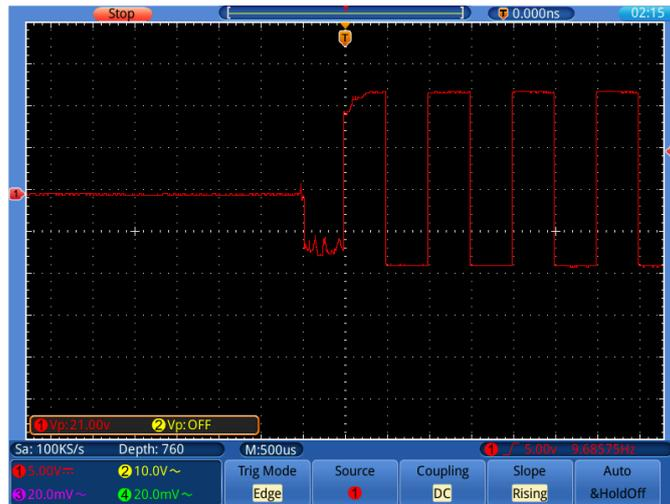

Fig. 0-3 Captura de una única señal
- (1) Ajuste el coeficiente de atenuación del menú de la sonda a 10X y el del interruptor de la sonda en 10X (consulte el apartado “Ajuste del coeficiente de atenuación de la sonda”, pág. 15).
- (2) Ajuste las perillas **VOLTS/DIV** y **SEC/DIV** para establecer unos rangos horizontales y verticales adecuados para la señal a observar.
- (3) Pulse el botón **TRIGGER Menu**.
- (4) Seleccione **Trig Mode** en el menú inferior y **Edge** en el de la izquierda.
- (5) Seleccione **Source** en el menú inferior y ① en el de la izquierda.
- (6) Seleccione **Coupling** en el menú inferior y **DC** en el de la derecha.
- (7) Seleccione **Slope** en el menú inferior y ajuste en **Rising**.
- (8) Seleccione **Mode&HoldOff** en el menú inferior y **Single** en el de la derecha.
- (9) Ajuste el nivel de disparo aproximadamente al 50% de la señal a medir. Puede usar la perilla **TRIG LEVEL** o la pantalla táctil (consulte el apartado “Ajuste del sistema vertical mediante la pantalla táctil”, pág. 20).
- (10) Si el **indicador de estado del disparo** en la parte superior de la pantalla no indica **Ready**, pulse el botón **Run/Stop** y empezar el registro, esperando la aparición de la señal en conformidad con las condiciones de disparo. Cuando una señal alcanza el nivel de disparo establecido, se realizará un muestreo y, luego, se mostrará en pantalla. Con esta función, cualquier hecho aleatorio se puede capturar de forma sencilla. Por ejemplo, si queremos encontrar un pulso de gran amplitud, ajuste el nivel de disparo un poco más alto que el nivel de señal normal y, luego, pulse el botón **Run/Stop** y espere. Si se produce un pulso, el dispositivo se disparará de forma automática y registrará la forma de onda generada durante el periodo alrededor del tiempo de disparo. Use la perilla **HORIZONTAL POSITION** del área de control horizontal de la posición de disparo para obtener el retraso negativo, haciendo una observación fácil de la forma de onda antes de que se produzca el pulso (consulte fig. 0-3).